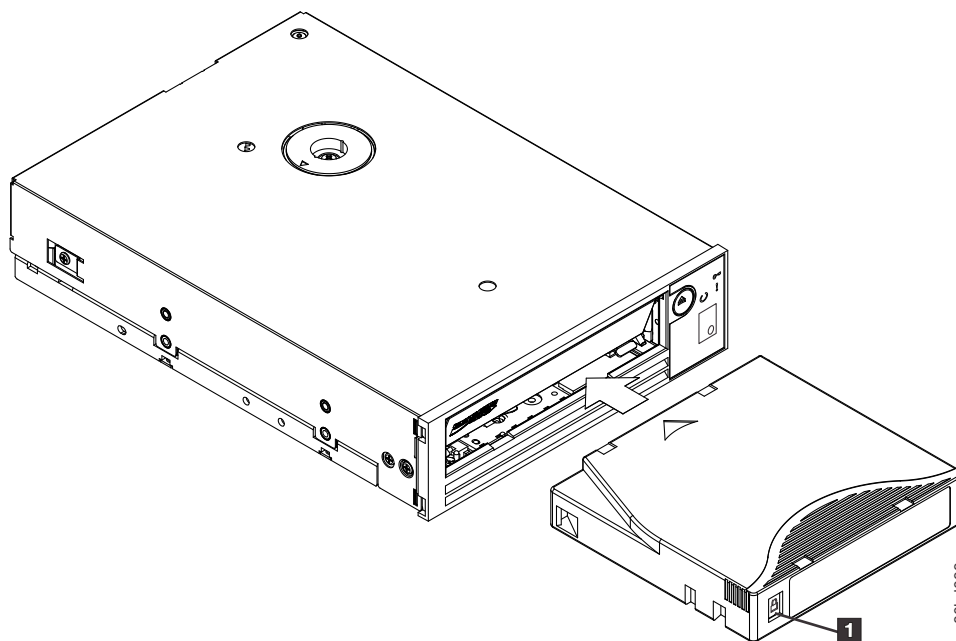

Figure 19. Chargement en cours
4. Faites glisser la cartouche dans le compartiment de chargement de la bande. Voir Figure 19, à la page 25. L'unité de bande charge automatiquement la cartouche.